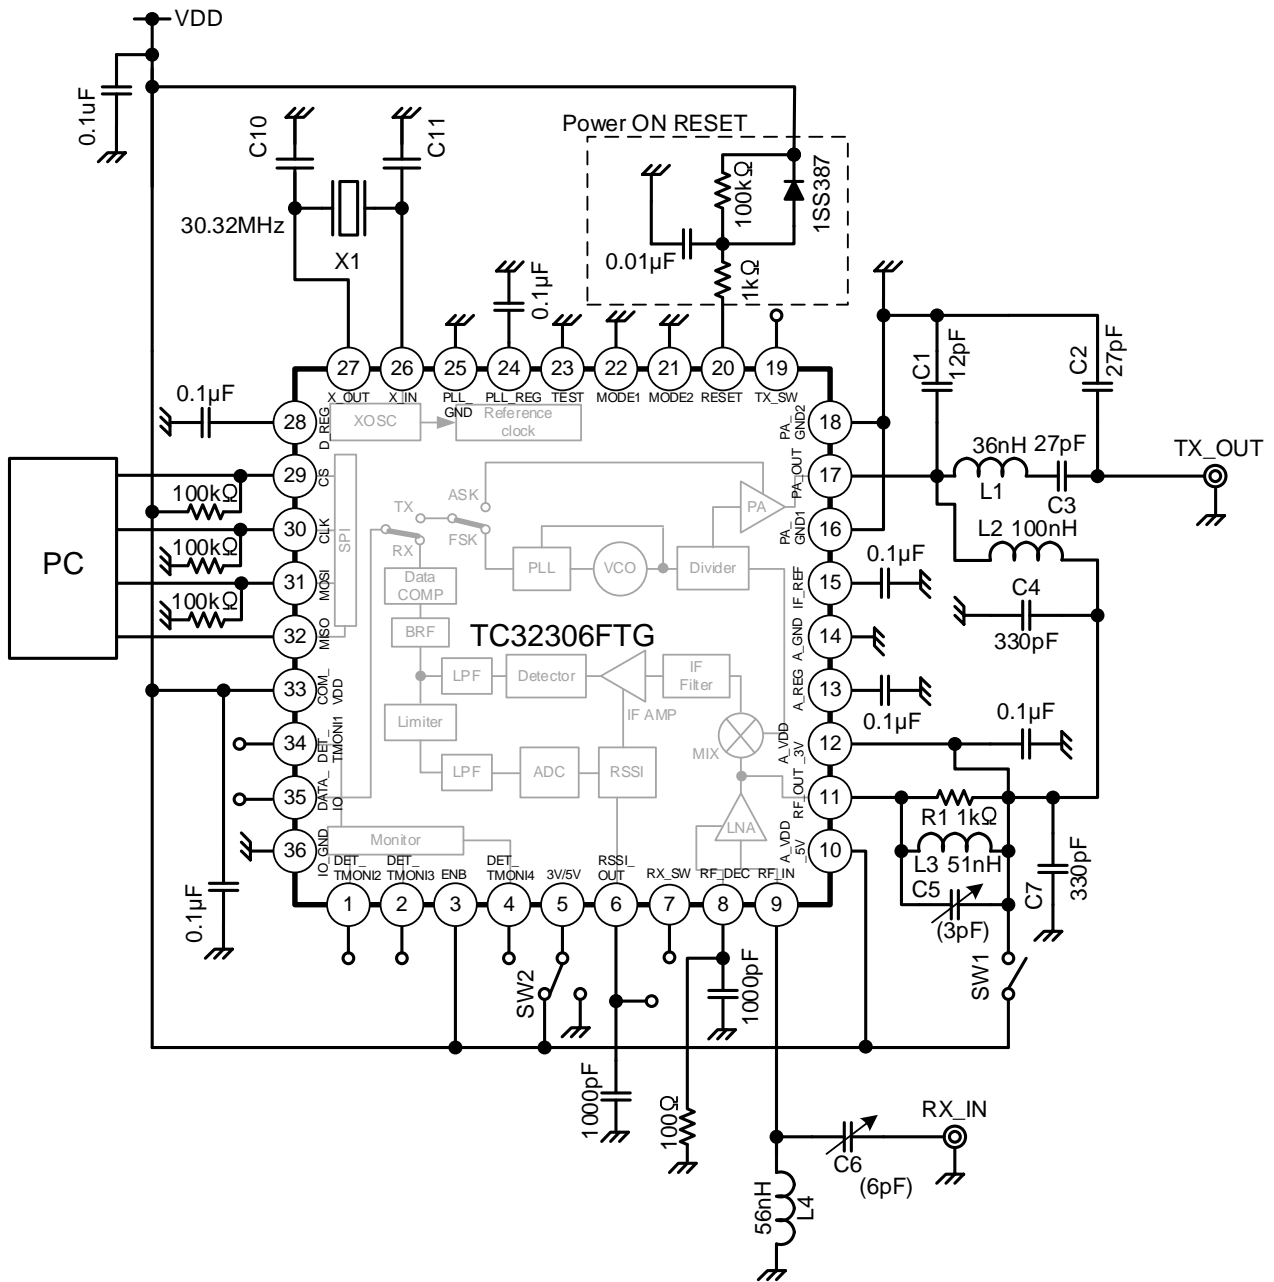
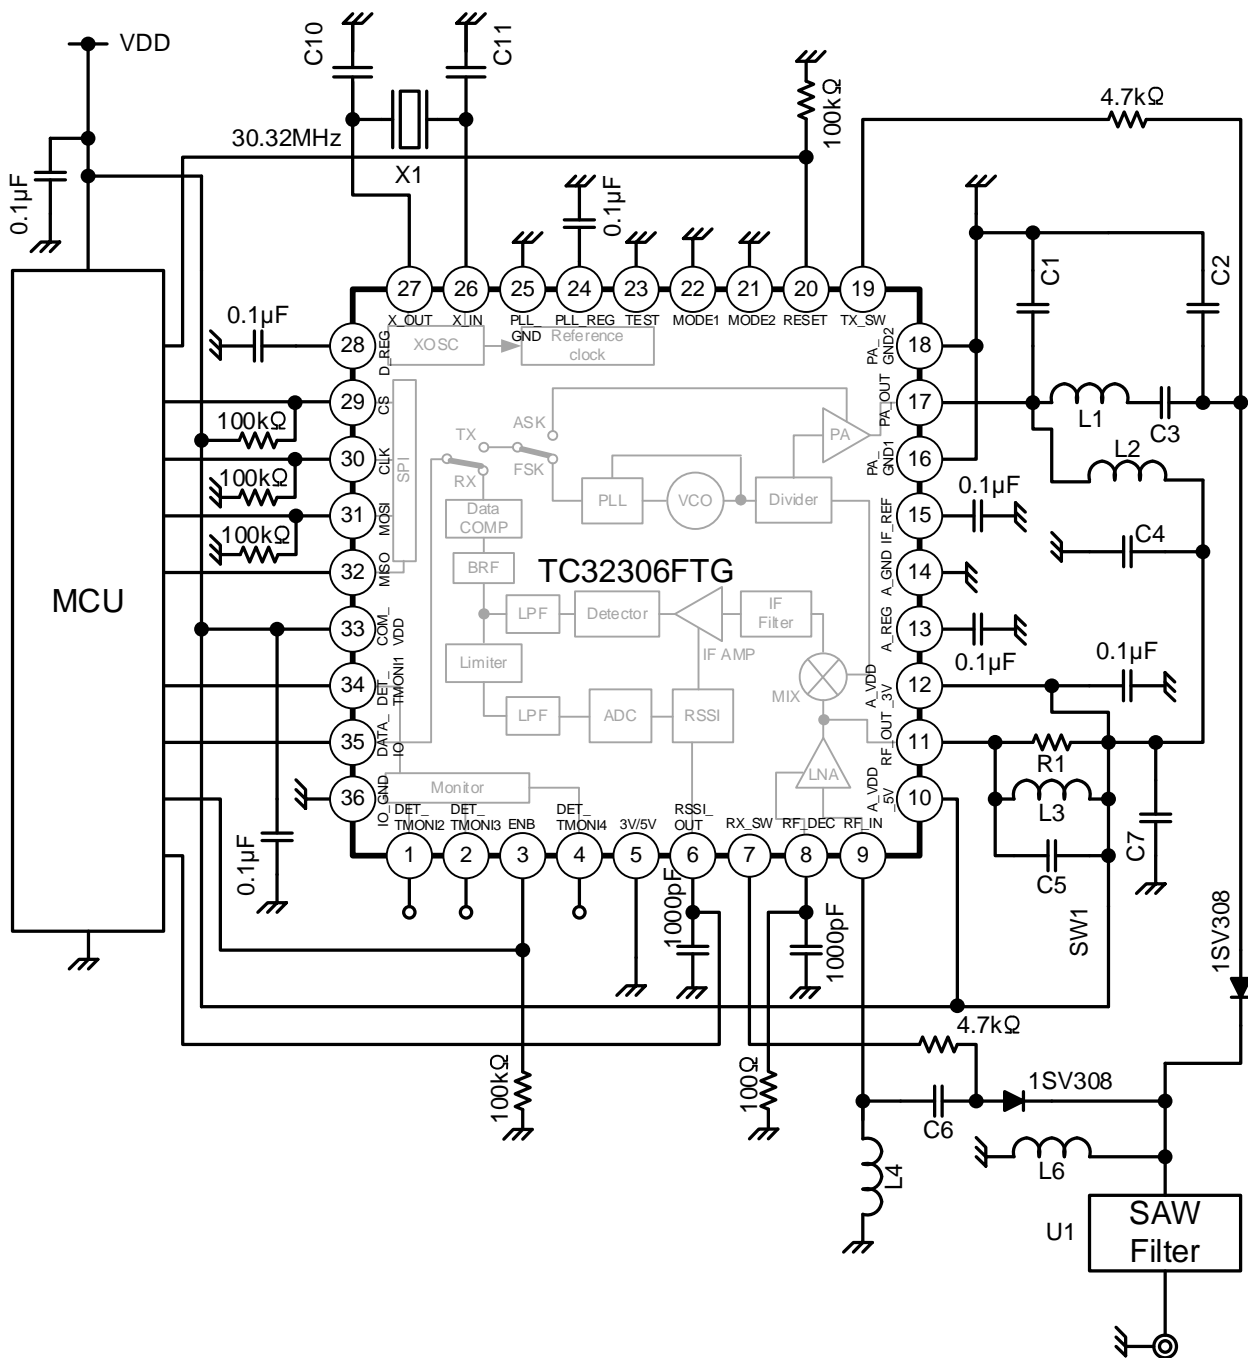
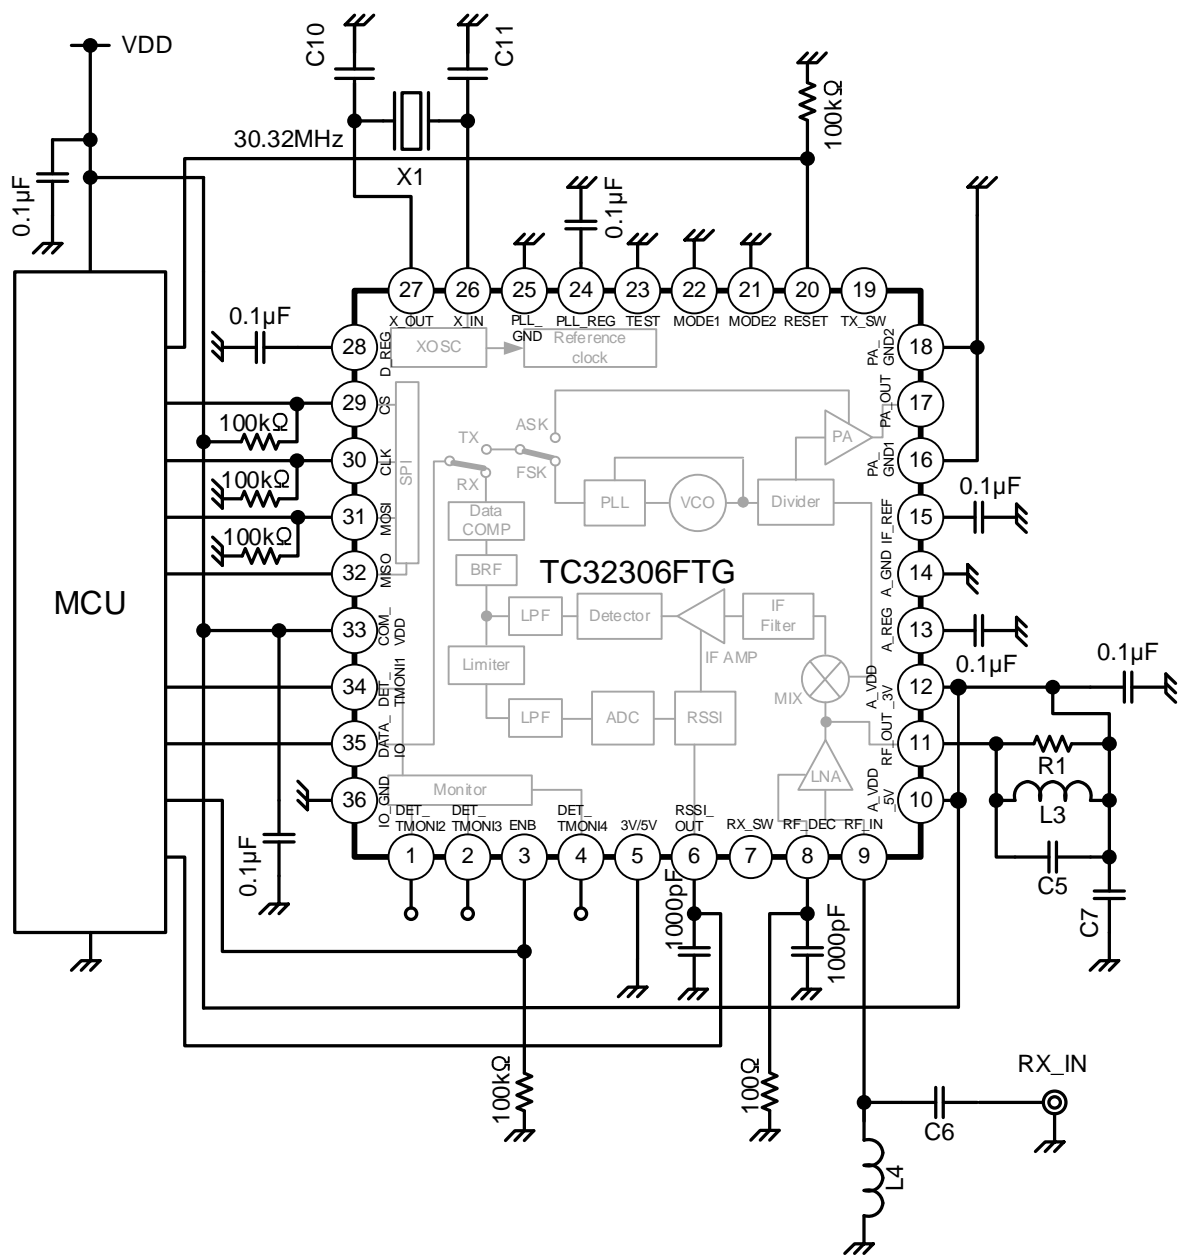
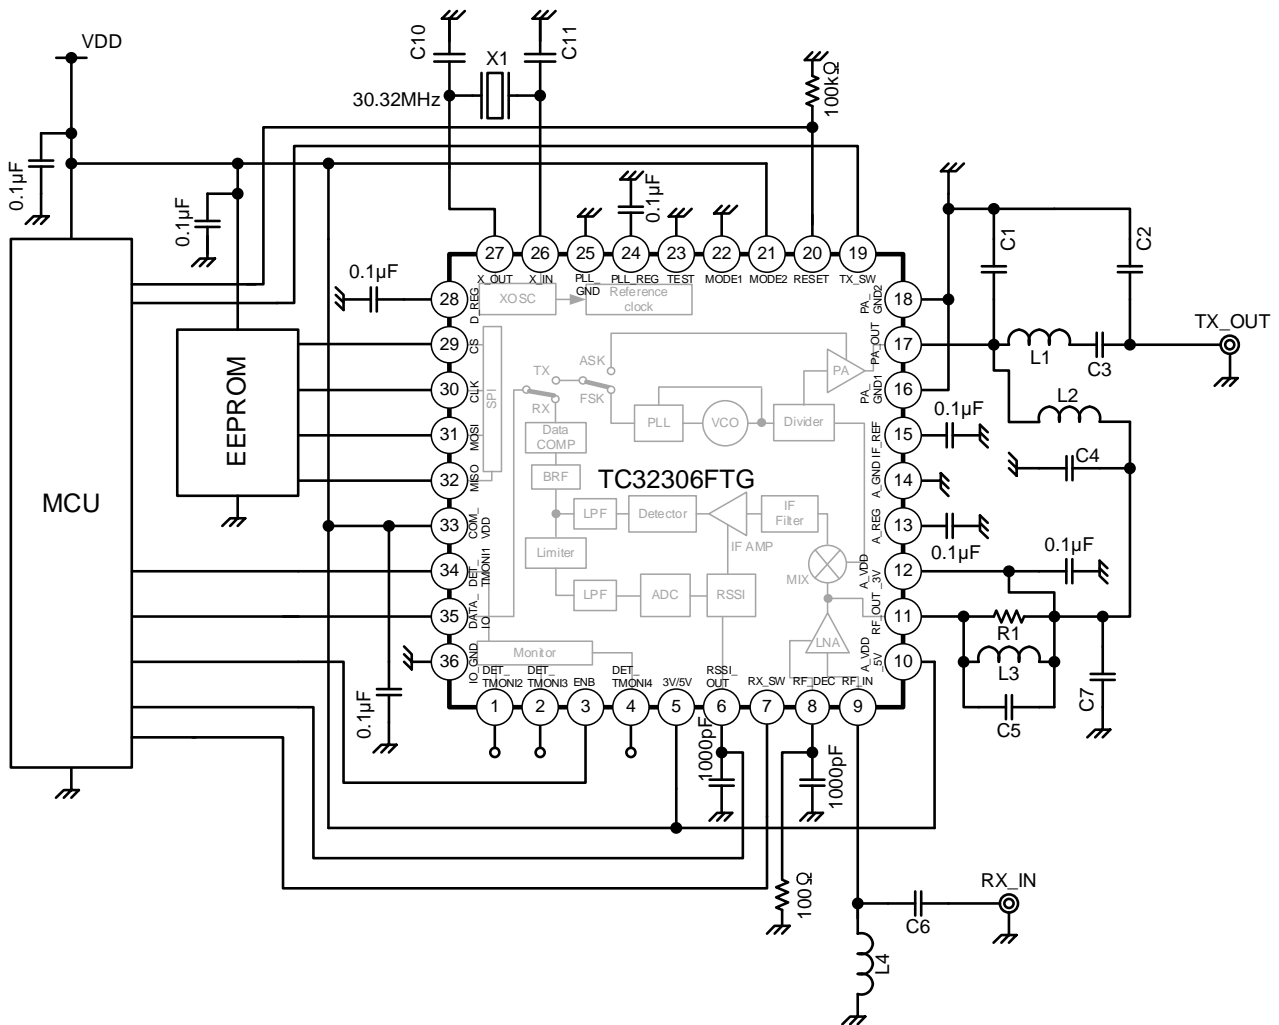

図 13-1 評価回路例
図 13-2 応用回路例 1
図 13-3 応用回路例 2
図 13-4 応用回路例 3
弊社評価基板での接続例を図 13-1 に示します。
- 図 13-1 は 5V モードでの接続を表しています。3V モードにする場合は SW2 を Low 側にし、SW1 をショートさせます。
- 図 13-1 の整合回路は 315MHz 使用時の数値例を表しています。その他の周波数帯は表 13-1 をご参照ください。
- 図 13-1 は SPI 制御設定で、SPI 読み書きは PC で行っています。
MCU を用いて制御した場合の応用回路例を、図 13-2 に示します。(双方向通信/3V モード)
- 図 13-2 は SPI 制御設定の例です。MCU と SPI 関連端子を接続しています。
- 図 13-2 は 3V モードでの接続です。5V モードでの使用は、図 13-1 を参考に電源設定を変更してください。
MCU を用いて制御した場合の応用回路例を、図 13-3 に示します。(受信/3V モード)
- 図 13-3 は SPI 制御設定の例です。MCU と SPI 関連端子を接続しています。
- 図 13-3 は 3V モードでの接続です。5V モードでの使用は、図 13-1 を参考に電源設定を変更してください。
EEPROM を介して制御した場合の応用回路例を、図 13-4 に示します。(双方向通信/5V モード)
- 図 13-4 は EEPROM 制御設定の例です。EEPROM と SPI 関連端子を接続しています。
- 図 13-4 は 5V モードでの接続です。3V モードでの使用は、図 13-1 を参考に電源設定を変更してください。
- 図 13-5 は 5V モードでの接続です。3V モードでの使用は、図 13-1 を参考に電源設定を変更してください。